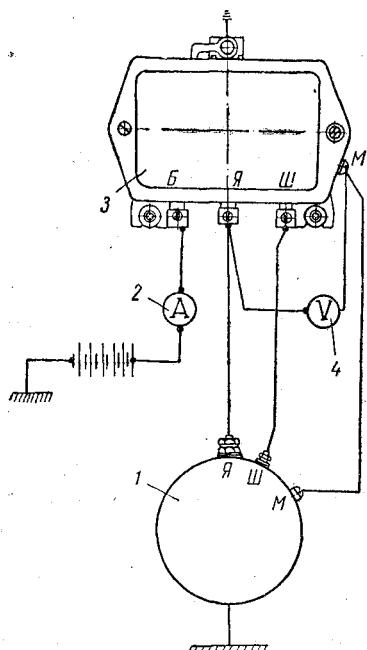

Рис. 89. Схема соединений для проверки реле-регулятора:
**Проверка реле обратного тока.** Для проверки реле обратного тока отсоединяют провод, идущий к клемме *B* реле-регулятора, и между этим проводом и клеммой *B* включают амперметр (рис. 89).